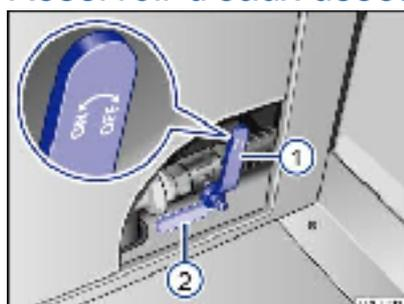

Fig. 66 Dans le bloc-cuisine : vanne fermée ① ou ouverte ② de la vanne du réservoir d'eaux usées
- Positionnez le levier d'arrêt à l'horizontale → Fig. 66② pour ouvrir la vanne d'arrêt et vidanger le réservoir d'eaux usées → ⚠.
- Après la vidange, mettez le levier d'arrêt en position ① pour fermer la vanne d'arrêt.